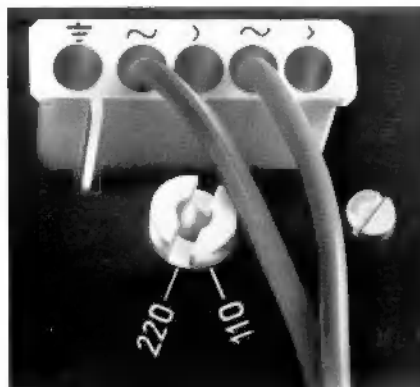

Fig. 2
B.Nr. 213 982, AMP Nr. 160 565/1 (Fig. 2)
Beim Anschluß des Gerätes an einen Allstromempfänger, Empfänger mit Spartransformator oder Verstärker ähnlicher Schaltung ist eine besondere Schutzverdrahtung des Chassis erforderlich, für die am Netzanschlußstecker des Gerätes ein Kontakt freigehalten ist (Fig. 2 und 3).